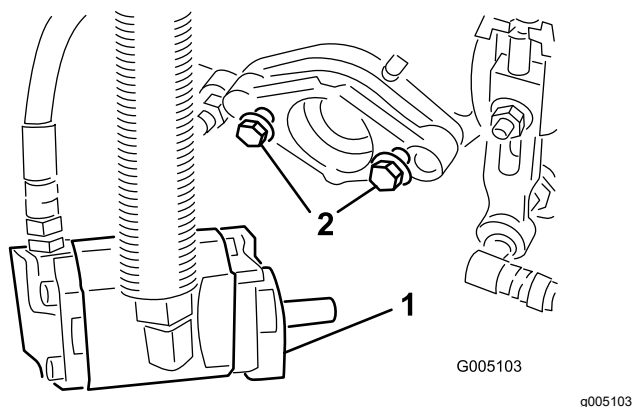

Figura 8
6. Asegúrese de que quedan aproximadamente 13 mm de rosca a la vista en cada perno de montaje del motor del molinete (Figura 8).
9. Apriete los pernos de montaje (Figura 8).